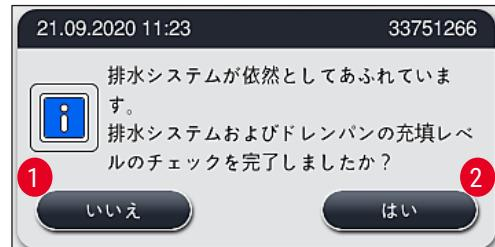

図 124
2. 5 分後、さらにクリーニングを行ったのに、まだ詰まりがある場合は、メッセージ（→「図 124」）が表示され、まだ水位が高すぎることがユーザーに通知されます。「いいえ」（→「図 124-1」）を押すと、待機時間をさらに 5 分間延長し、さらにクリーニングを試みることができます。この 2 度目の時間でさらなるクリーニングを行ってうまくいくと、1 の項で記載したように状況は解決済みとなります。クリーニング対策のために追加時間が必要な場合は、再び「いいえ」（→「図 124-1」）を押します。この時間は複数回繰り返すことができます。あらゆるクリーニングを試みたにもかかわらず、詰まりが取り除けなかった場合は、「はい」（→「図 124-2」）を押すと、意図的な中止プロセスが開始します。次の 3 と 4 の項を参照してください。